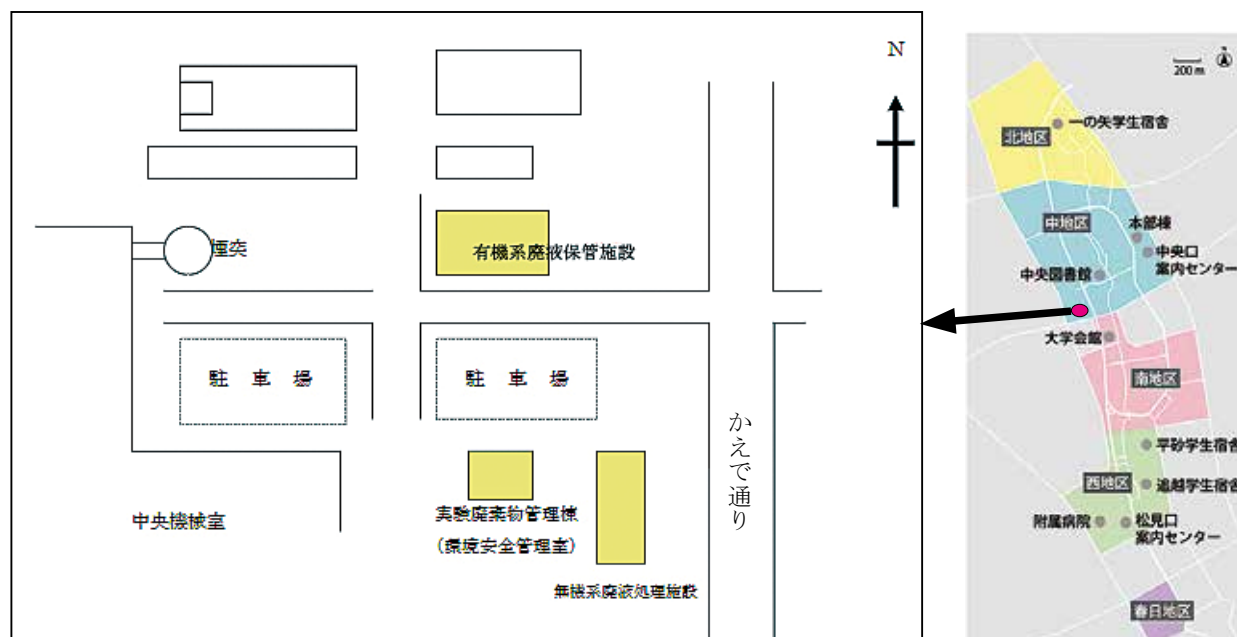
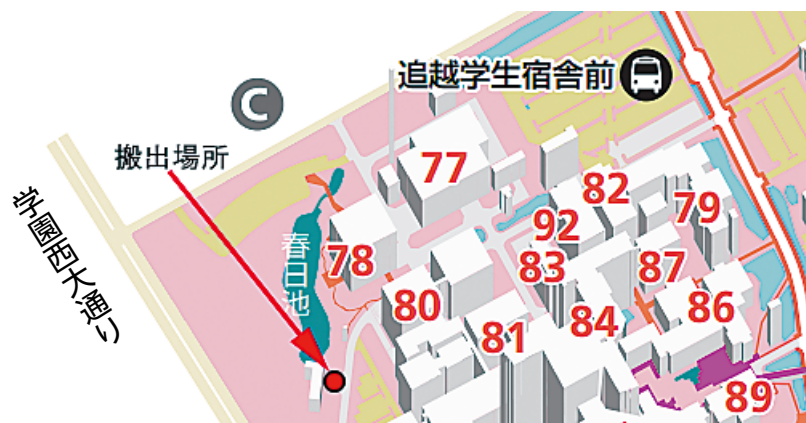

図 12. 実験系廃棄物搬出場所位置
図 13. 西地区実験系希薄洗浄排水処理施設前
- V. 確認後、環境安全管理室から排出者に搬出場所と搬出日がメールで指定されます（図 12：位置図）。
実験系廃棄物の搬出場所は廃棄物の区分に応じて異なります。表 4、図 12 および図 13 でご確認ください。
有機系廃液、固形実験系廃棄物、廃試薬の一部	有機系廃液保管施設（図 12）
無機廃液、廃試薬	無機系廃液処理施設（図 12）
動物実験系廃棄物	西地区実験系希薄洗浄排水処理施設（図 13、p. 14）